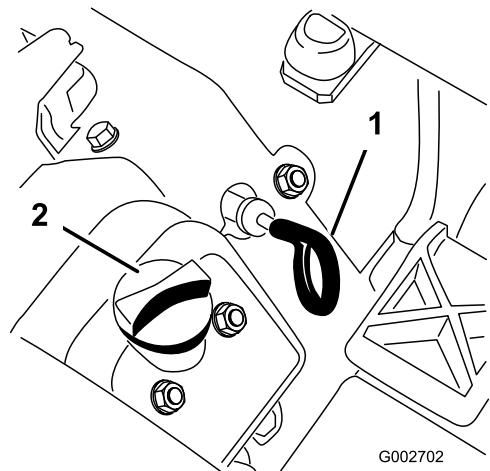

Figura 24
3. Per tenere lo sporco, gli sfalci d'erba, ecc. lontani dal motore, pulite l'area attorno al tappo del serbatoio dell'olio e all'asta di livello prima di rimuoverlo (Figura 24).
4. Estraete l'asta di livello (Figura 24) e asciugatela con un panno pulito.